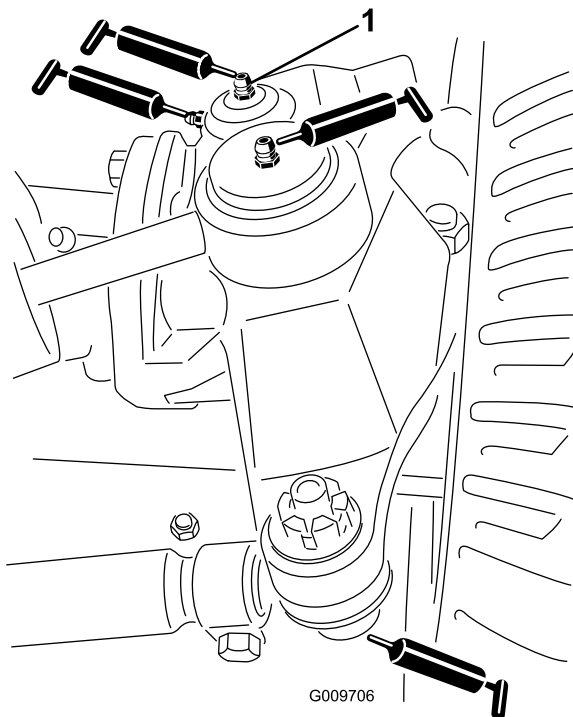

図 48
- ステアリングシリンダのボールジョイント 2ヶ所 図 48
- タイロッドのボールジョイント 2ヶ所 図 48
- キングピンのブッシュ2ヶ所 図 48。但しキングピン上部は1年に1回のみポンプ2回押しのみとする。